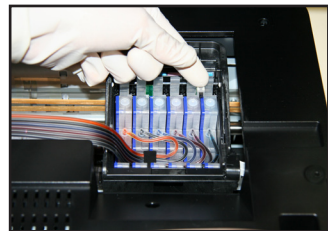
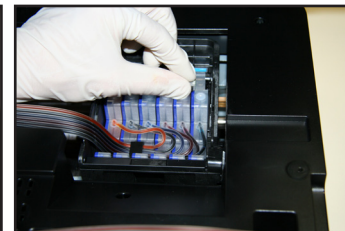

рис. 27
рис. 28
4. Удерживая заднюю сторону, нажмите на кнопку и удерживайте ее 5-7 секунд (рис. 27, рис. 28).